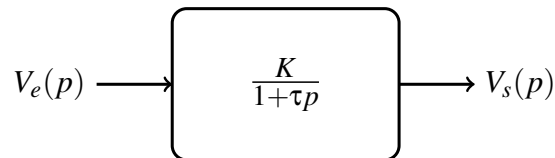

FIGURE 3 – Système du premier ordre en boucle ouverte
- (a) Réaliser le schéma bloc sous XCOS d'un système du premier ordre en boucle ouverte. Les constantes sont fixées : $K = 2$ et $\tau = 1s$ (FIGURE 3)